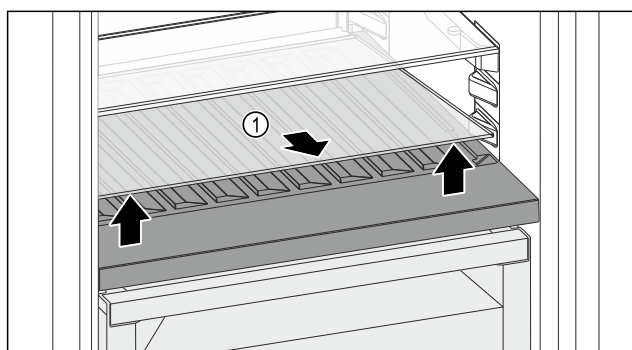

Fig. 192
- Sollevare il ripiano di vetro Fig. 192 (1) dall'incavo anteriore e rimuoverlo.
- Conservare il ripiano di vetro Fig. 192 (1) fuori dall'apparecchio in un luogo sicuro.
- Inserire il ripiano di vetro (2) sotto il vano bottiglie variabile.